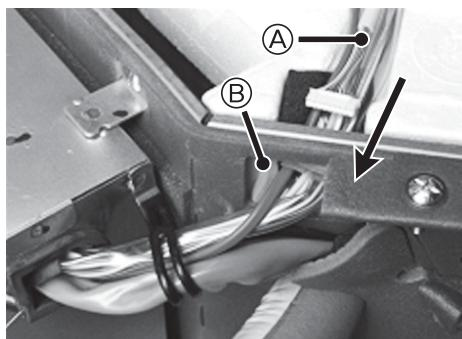

Fig. 4-2
- (1) Извлеките кабель беспроводного соединения, поставляемый в комплекте с дополнительными принадлежностями.
- (2) Проведите разъем платы внутреннего контроллера (белый) беспроводного кабеля соединения через ВТУЛКА главного прибора в направлении, указанном стрелкой. (Fig. 4-2)